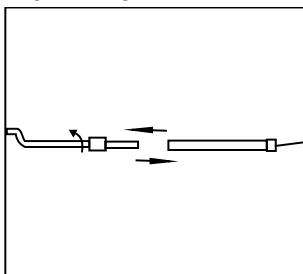
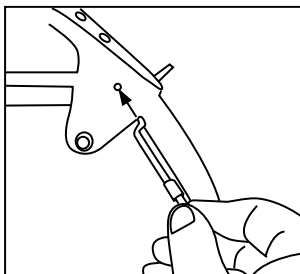

Рис.5
Рис.6
2. Установить тросик рычага привода шнека. Сначала отвинтить натяжитель тросика (Рис.5), вставить крючок натяжителя в отверстие на рычаге привода шнека (Рис.6), после чего натянуть тросик, вращая натяжитель.